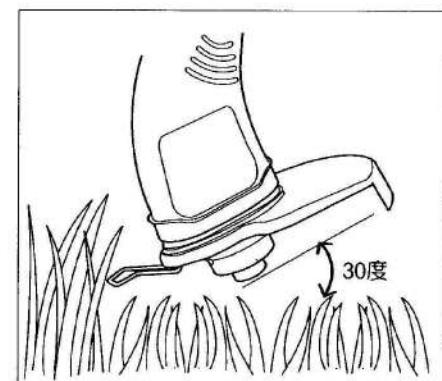

図9
②刈り込みは、モーターの回転を十分に上げてから、本機を刈り込む方向に約30度傾け、右から左方向に刈込みます。(図9参照)